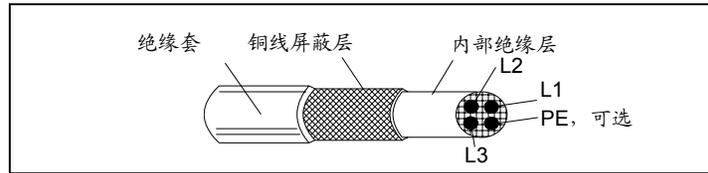

图 21 电机电缆屏蔽的最低要求（例如 Iflex-Servo-FD 780 CP, Lappkabel 或 MCCMK, NK Cables 电缆）
对电缆屏蔽层的要求是：完整细密，辐射率小。图 21 所示为一个有效电缆结构的例子。
*应参照图 21 选择有效的电机屏蔽电缆。
对于 ACS 141-4K1-1 和 ACS 143-4K1-1, 应参照图 21 选择电机电缆。
带滤波器 ACS100-FLT-C 或 ACS140-FLT-C 的导体辐射符合 EN 61800-3 (EN 50081-1) 中关于第一环境里非限制性销售的标准, 电机电缆应有效屏蔽 (参见图 21), 且最大长度为 30m。
电机电缆长度见表 10, 并应参照图 21 选择有效的电机屏蔽电缆。在电机末端应使用 EMC 电缆密封板 (例如 ZEMREX SCG 屏蔽电缆密封板), 将电机侧电缆屏蔽层 360 度接地。